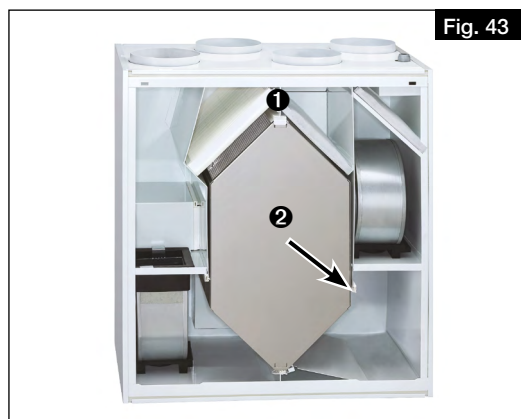

Fig. 43
3. Retirer le bloc de raccordement ❶ en haut de l'échangeur à contre-courant (voir Fig. 43).
4. Retirer avec précaution l'échangeur à contre-courant ❷ de l'appareil (voir Fig. 43).